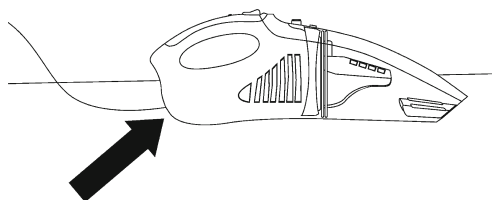

Fig. 8
- È anche possibile ricaricare l'apparecchio direttamente dal collegamento di ricarica (1, fig. 8).